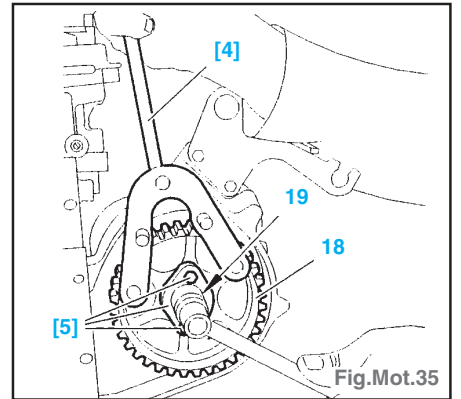

Fig.Mot.35
- Désolidariser et écarter l'ensemble faisceau et goulotte (10).
- Poser l'outil [5] sur le pignon (18) et l'immobiliser à l'aide de l'outil [4], desserrer l'écrou (19) (Fig.Mot.35).